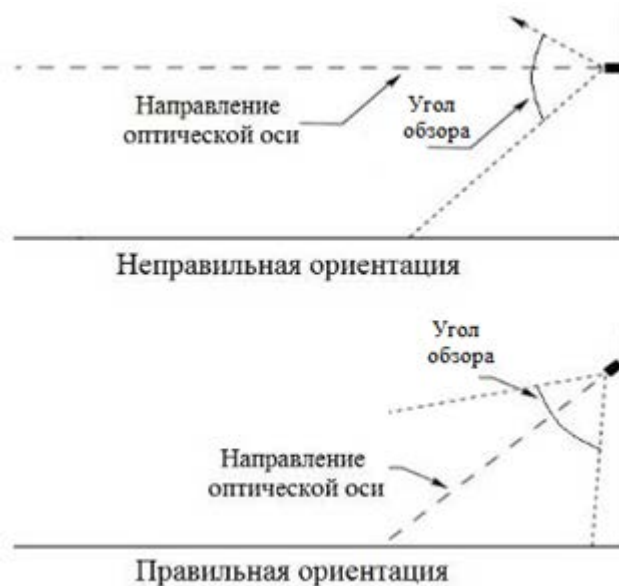

Рисунок 3 – Установка извещателя по отношению к горизонту
- Извещатель должен быть нацелен на объект по нисходящей под углом к горизонту, по крайней мере, 10 - 20 градусов (см. рис. 3). Такая установка предотвращает скопление влаги на